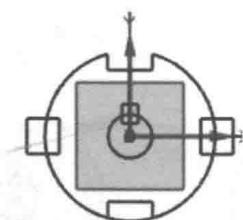

图 1.2.9 快速修剪 1
Step7. 快速修剪。单击“快速修剪”按钮 $\square$ ，系统弹出“快速修剪”对话框，修剪多余的线条结果如图 1.2.9 所示。